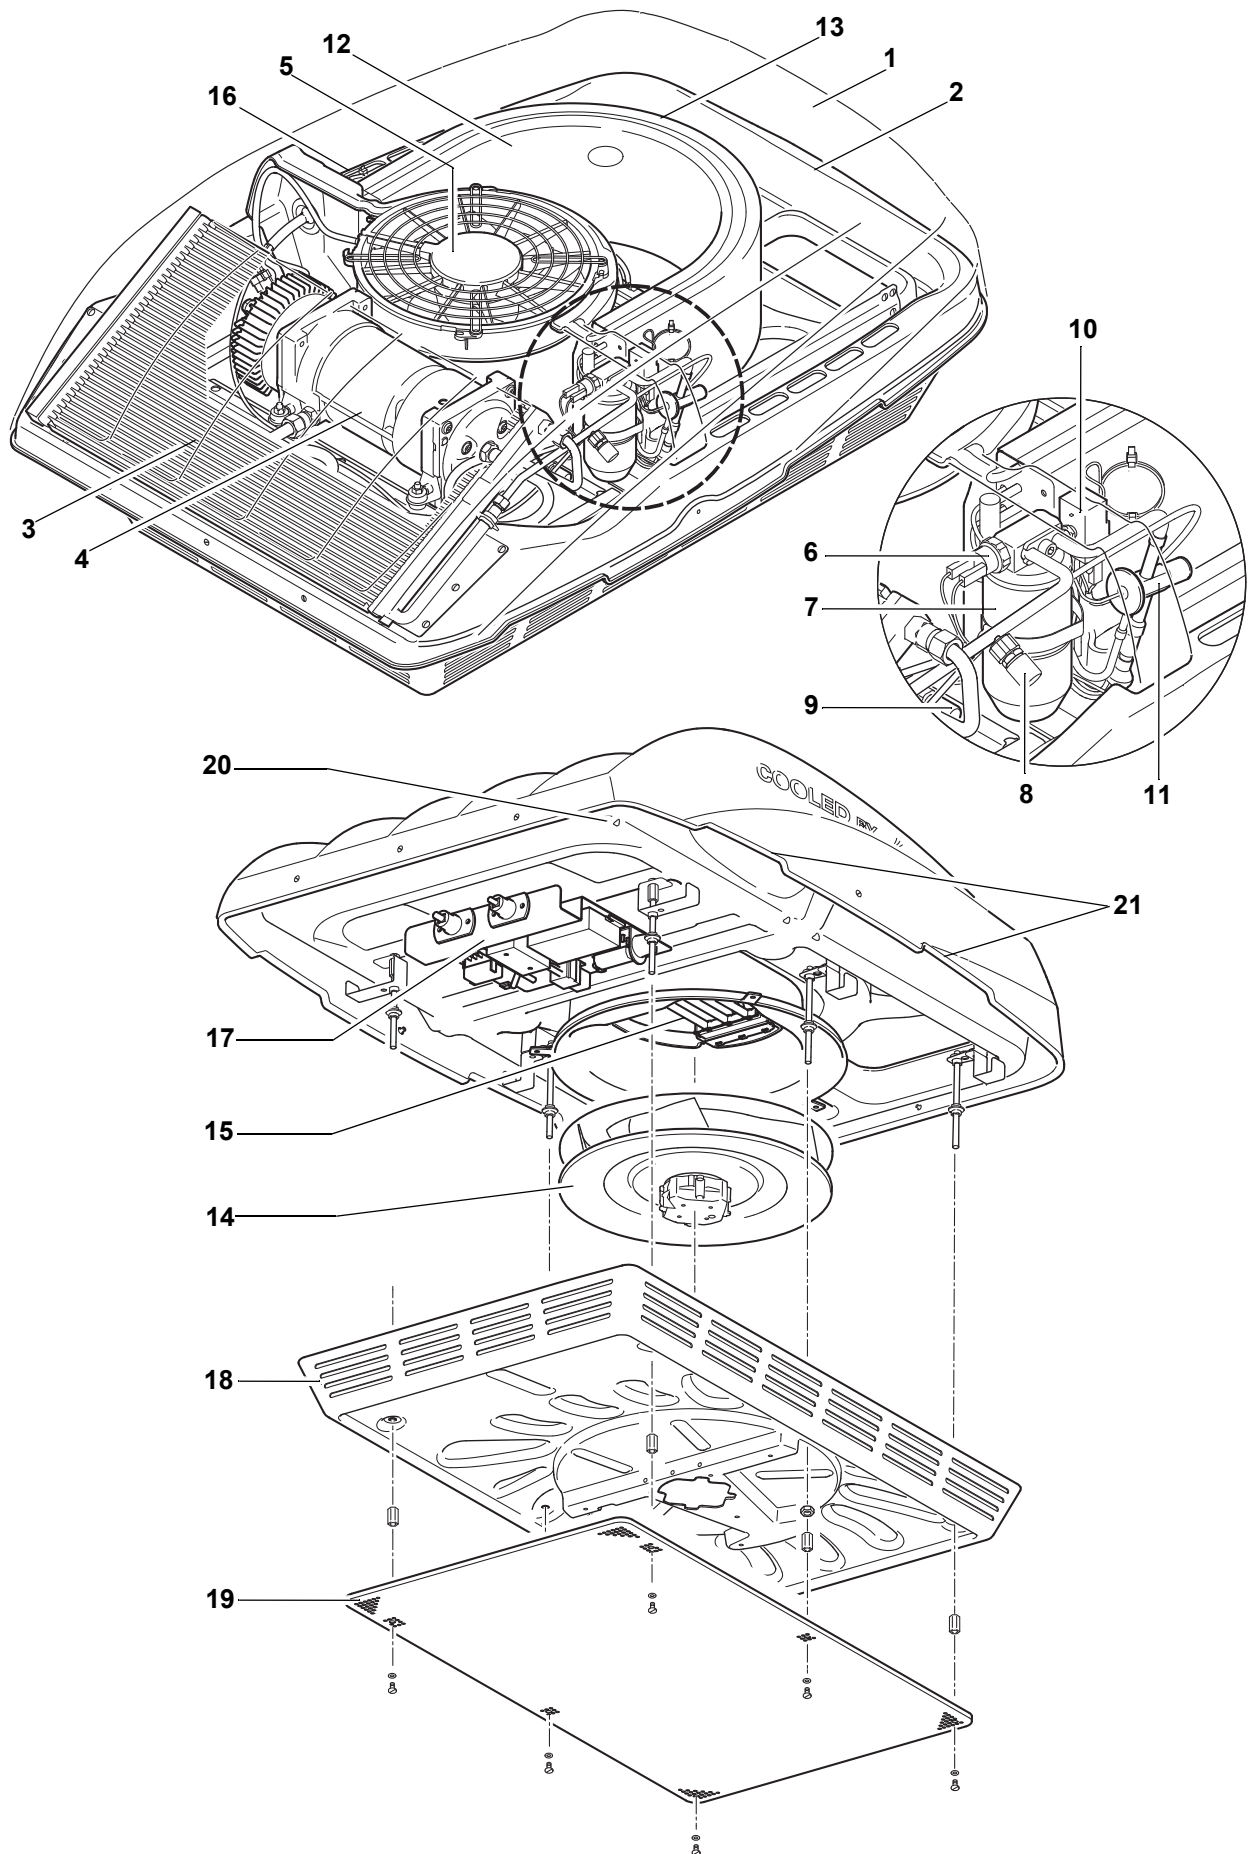

Abb. 2.3
* siehe Abb. 2.3
In die Aufdachanlage eindringendes Regenwasser wird über die Ablauföffnungen (20, Abb. 2.3) abgeleitet.
Der Verflüssiger (3, Abb. 2.3) besteht aus Aluminium-Flachrohren und Aluminium-Lamellen, die zu einer großen Wärmetauscherfläche miteinander verbunden sind.
Der Sammler-Trockner (7, Abb. 2.3) ist ein Ausgleichs- und Vorratsbehälter für Kältemittel. Er enthält im mittleren Bereich ein Trockner-Granulat, das dem Kältemittel geringe Mengen Wasser entzieht und chemisch bindet. Außerdem filtert er Schmutzpartikel aus dem Kältekreislauf, die ansonsten zu Störungen führen könnten.
Das thermostatische Expansionsventil (11, Abb. 2.3) mit äußerem Druckausgleich reguliert den Kältemittelfluss zum Verdampfer, entsprechend dem Kältemittelbedarf bzw. der Temperatur im Verdampfer. Das thermostatische Expansionsventil ist das Regelelement zwischen Hoch- und Niederdruckteil des Kältemittelkreises.
Der Verdampfer (12, Abb. 2.3) besteht aus Kupferrohren und Aluminiumlamellen die zu einer großen Wärmetauscherfläche miteinander verbunden sind. Um den zur Verfügung stehenden Bauraum optimal auszunutzen ist der Verdampfer U-förmig gebogen. In ihm geht das vom Expansionsventil durch die Rohrleitung strömende Kältemittel vom flüssigen in den gasförmigen Zustand über und wird überhitzt. Die dazu erforderliche Verdampfungswärme wird über die Lamellen der durchströmenden Luft entzogen und über die Rohrwandung auf das Kältemittel übertragen. Dabei wird die erkaltende Luft getrocknet und entstehendes Kondenswasser nach außen abgeleitet.
Der Druckschalter (6, Abb. 2.3) enthält einen Hoch- und Niederdruckschalter. Er misst den Druck im Hochdruckteil des Kältemittelkreises und schaltet bei zu geringem Druck (durch Kältemittelmangel) oder zu hohem Druck (z. B. durch Überhitzung des Verflüssigers) den E-Motor und somit den Verdichter aus.
Der Vereisungsschutzschalter (10, Abb. 2.3) ist ein Temperaturschalter. Er misst die Temperatur des Kältemittels an den Einspritzrohren des Verdampfers und schaltet bei Vereisungsgefahr und bei Kältemittelmangel den Verdichter ab.
Das Verflüssigergebläse (5, Abb. 2.3) besteht aus einem bürstenlosen EC-Motor, Lüfterrad, Gehäuse und Schutzgitter. Sobald die Kühlfunktion aktiv ist, wird das Gebläse über Pin 3 (gelbe Leitung) von der Regelung aktiviert und versorgt den Verflüssiger mit der erforderlichen Außenluft (keine Drehzahlregelung - nur Ein/Aus).
Das Verdampfergebläse (14, Abb. 2.3) besteht aus einem bürstenlosen EC-Motor und dem Lüfterrad. Es saugt Luft aus dem Innenraum und Frischluft durch den Verdampfer und den elektrischen Heizer (nur Comfortversion) und bläst sie durch den Luftverteiler in den Innenraum zurück. Die Drehzahl des Gebläses wird über Pin 3 (gelbe Leitung) von der Regelung vorgegeben (PWM-Signal). Die Wahl der Gebläsedrehzahl erfolgt automatisch oder auf Wunsch manuell.
Der Verdichter (4, Abb. 2.3) besteht aus einem halbhermetischen Gehäuse mit integriertem Scrollverdichter, bürstenlosen EC-Motor und Elektronik. Sobald die Kühlfunktion aktiv ist, wird der Verdichter über Pin 1 des Verdichterkabels aktiviert und mit dem erforderlichen Drehzahlsignal angesteuert (PWM-Signal). Dabei verdichtet er das Kältemittel auf den zur Verflüssigung erforderlichen Druck.